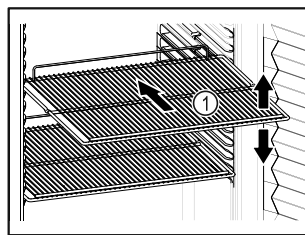

Fig. 71 Приблизне відображення
- ☐ Якщо решітки для зберігання Fig. 71 (1) знімні, відрегулювати по висоті.